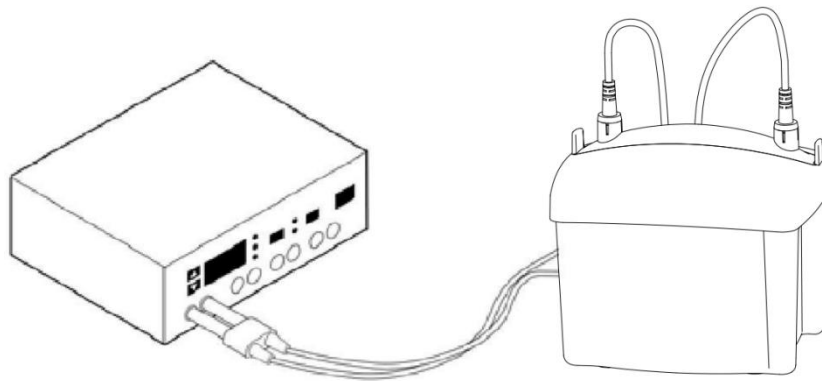

图 6 将电泳槽与电源相连，开始转膜电泳
- (8) 盖上上盖，将电源线插入电泳电源开始转膜电泳(参照图 6)。不同转膜缓冲液的电压和转膜时间设定参见表 1；